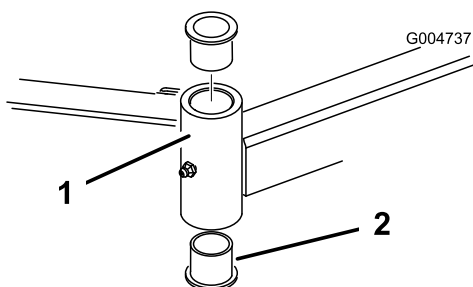

Рисунок 84
- Вставьте пробойник сверху или снизу монтажной трубы и выбейте втулку из трубы (Рисунок 84).